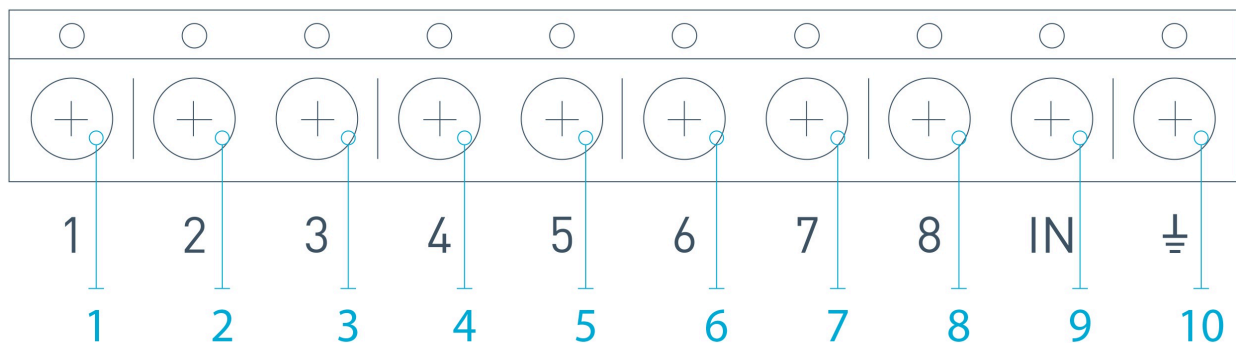

Abb. 17. Hauptausgänge und Eingang „IN“ des Empfängers
2. Mit Hilfe von normalen Kabeln werden die Ausgänge des Empfängers (Abb. 17, 18) mit den Eingängen der Zentrale des Alarmsystems verbunden. Somit verhalten sich die Ausgänge des Empfängers wie gewöhnliche drahtgebundene Sensoren für die Eingänge der Zentrale. Wenn der Funksensor aktiviert ist, sendet er das Signal an ocBridge Plus. Der ocBridge Plus-Empfänger verarbeitet das Signal und öffnet (standardmäßig kann der Ausgang auch als Schließer eingestellt werden) den Drahtausgang, der dem Sensor zugeordnet ist.
3. Die Ausgänge mit den Nummern 1 bis 8 (Abb. 17) entsprechen 8 nominalen Hauptalarmzonen.